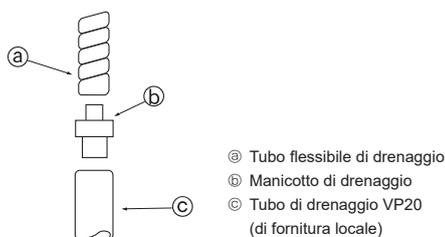
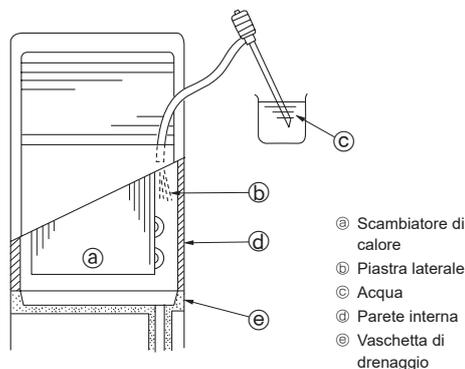

Fig. 5-1
Fig. 5-2
5.1. Collegamento della tubazione di drenaggio (Fig. 5-1)
- Per collegarsi al tubo VP20, utilizzare il manicotto di drenaggio ⑦, fornito come accessorio. Fissare saldamente il manicotto al tubo con un nastro adesivo al cloruro di vinile in modo che non vi siano fuoriuscite di liquido.
5.2. Controllo dello scarico del drenaggio (Fig. 5-2)